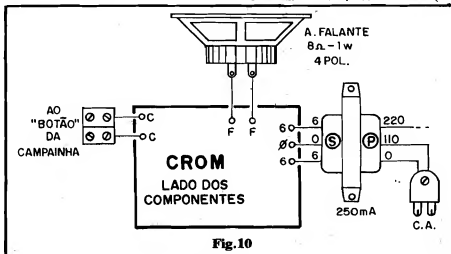

Fig. 10
- FIG. 10 - CONEXÕES EXTERNAS À PLACA - São poucas e simples, mas também muito importantes. Observem (na placa, vista pelo lado dos componentes, não cobreado...) a ligação ao par de conetores "Sindal" (que servirá para a ligação do cabo paralelo que vai ao "botão" da campainha...), do alto-falante e - principalmente - do transformador... Quanto a este último, notem que as ligações do "rabicho" ao seu primário correspondem às para uma rede C.A. de 110V. Se a rede local for de 220V, então o terminal de 110V deverá ser "desprezado", ligando-se em seu lugar o de 220V (mostrado em linhas tracejadas, na figura...).